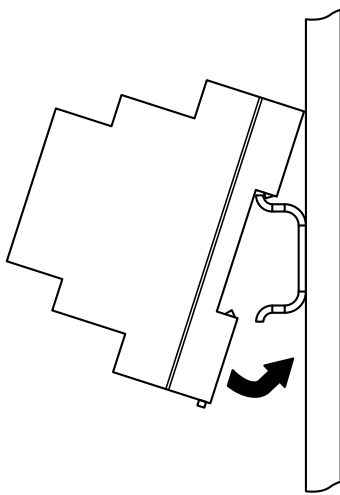
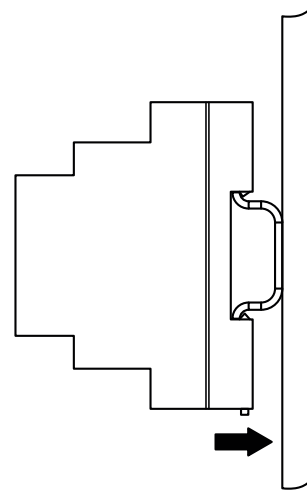
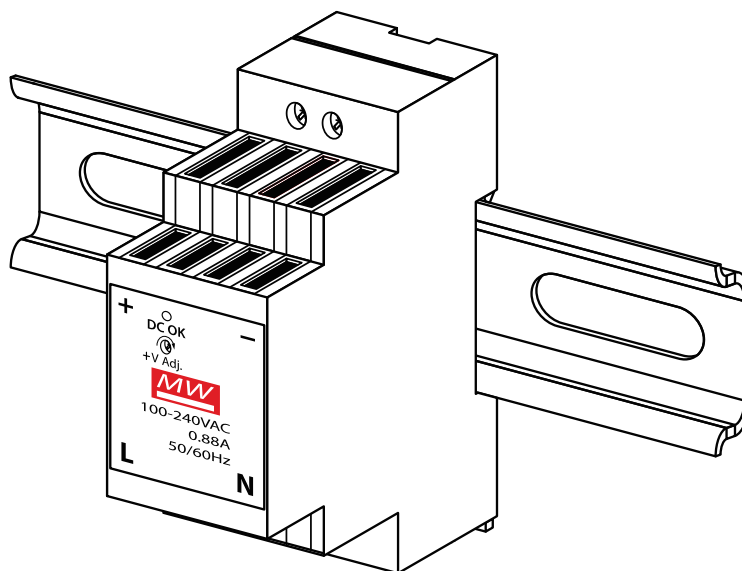

Fig. 32
Fig. 33
Fig. 34
- Bevestig de voeding aan een DIN-rail (volgens **Fig.32**, **Fig.33** en **Fig.34**).